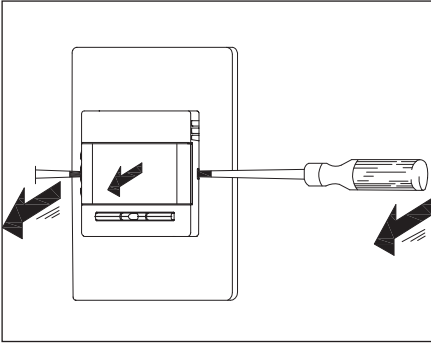

Fig. 2
3. Koble ledningene iht. koblingsskjemaet (fig. 2)